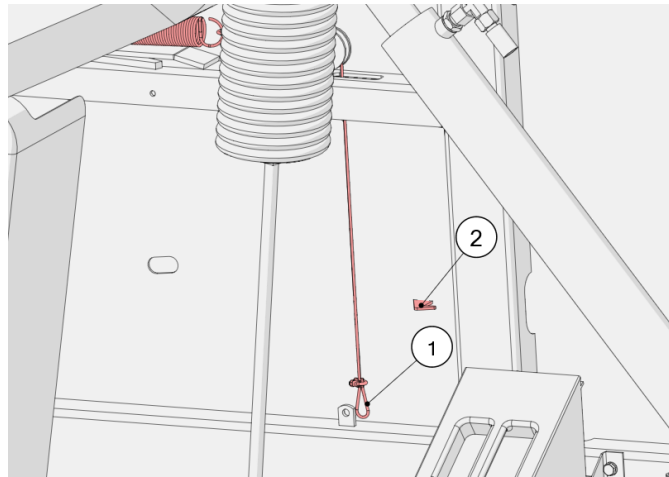

Рисунок 27. Блокировка балансира
- Заблокируйте рычаг балансира, цепляя тросик (1) за крючок (2), как показано на рис. 27;